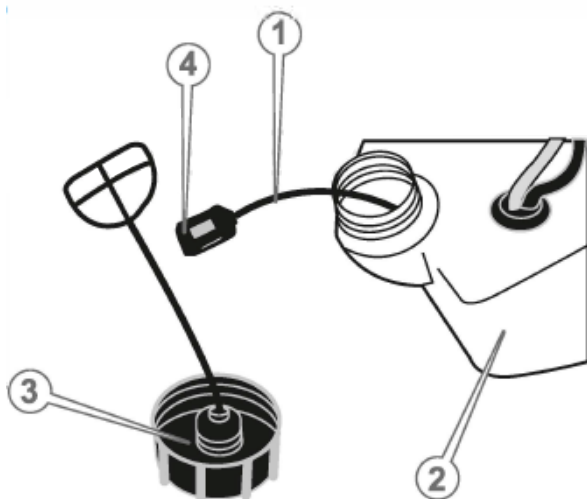

Рисунок 3. Схема обслуговування паливного бака та фільтра.
6.3 Обслуговування паливного бака та паливного фільтра (рис. 3).
1. Почистити поверхню навколо заливної горловини паливного бака та кришку (3, рис. 3) від пилу і бруду.
2. Відкрити кришку заливної горловини паливного бака (2, рис. 3).
3. Витягнути паливний фільтр (4, рис. 3) із паливного бака.
4. Від'єднати паливний фільтр від паливопроводу (1, рис. 3).
Також необхідно використовувати свічку з рекомендованим зазором між електродами, у межах 0,6–0,7 мм (рис. 3).